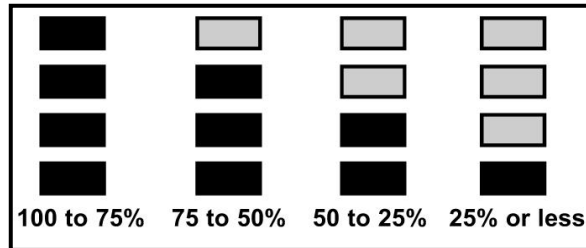

图 4：电池电压
**电池电量指示器：**如图 4 所示，一个 4 格液晶显示器指示电池电量。当所有 4 格都是黑色时，电压电平介于 100%至 75%。随着电压降低，黑格的数量会减少。电池寿命随使用情况和环境温度而变化。低温会缩短电池寿命。低温可能导致只有 2 或 3 个黑格。这可能是暂时的，随着温度升高，所有方格将变为黑色。